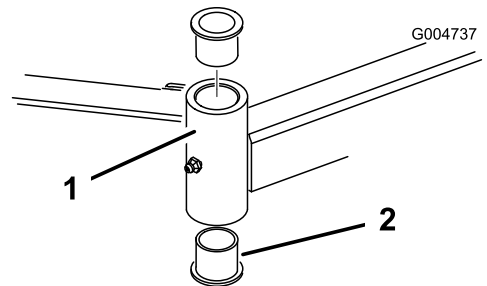

Figura 28
- Inserte un botador fino en la parte superior o inferior del tubo de montaje y dé golpes hasta retirar el casquillo del tubo (Figura 28). Retire también el otro casquillo del tubo. Limpie el interior de los tubos para eliminar toda suciedad.